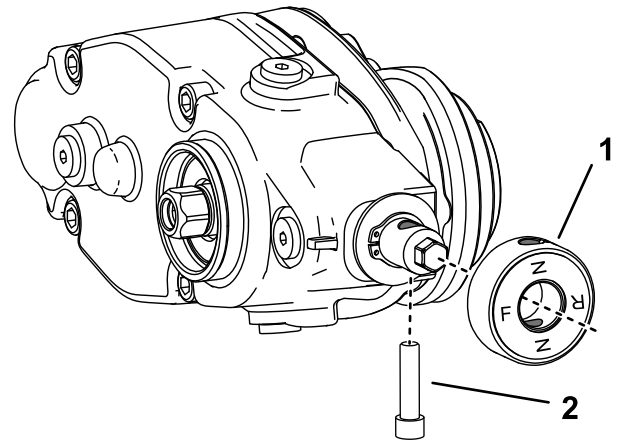

Figura 15
3. Se state montando il groomer sul lato sinistro della macchina, procedete come segue (Figura 15):
- B. Rimuovete il gruppo della manopola della frizione e giratelo dall'altra parte (Figura 15).